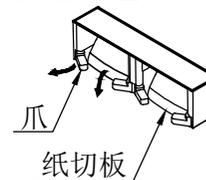

图1
6. 底座固定好后, 按照图1所示方法把底座盖装上即可, 如有问题可按图2所示方法取下底座盖。
注意：组装棚板和手纸架时，如图1所示先向外拨动爪，放下纸切板，然后用指定螺丝把手纸架固定到棚板上组装好后再把纸切板恢复原位。